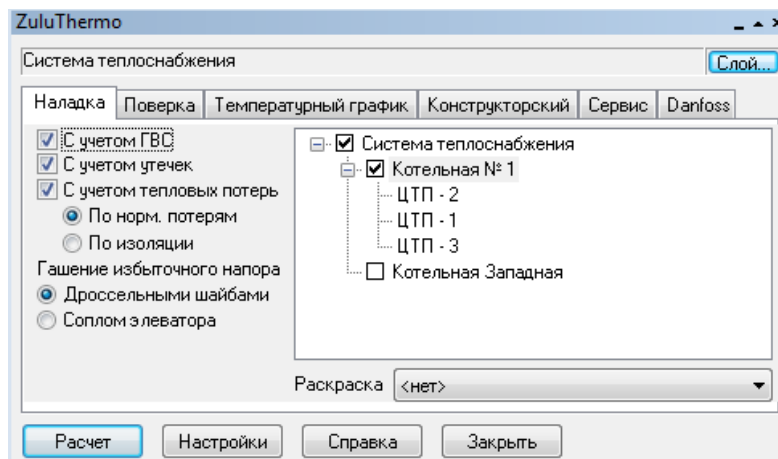

Рисунок 8.4. Выбор источника для расчета
4. Отметьте источник, для которых будет производиться расчет, установив флажок рядом с названием источника (Рисунок 8.4, «Выбор источника для расчета»);